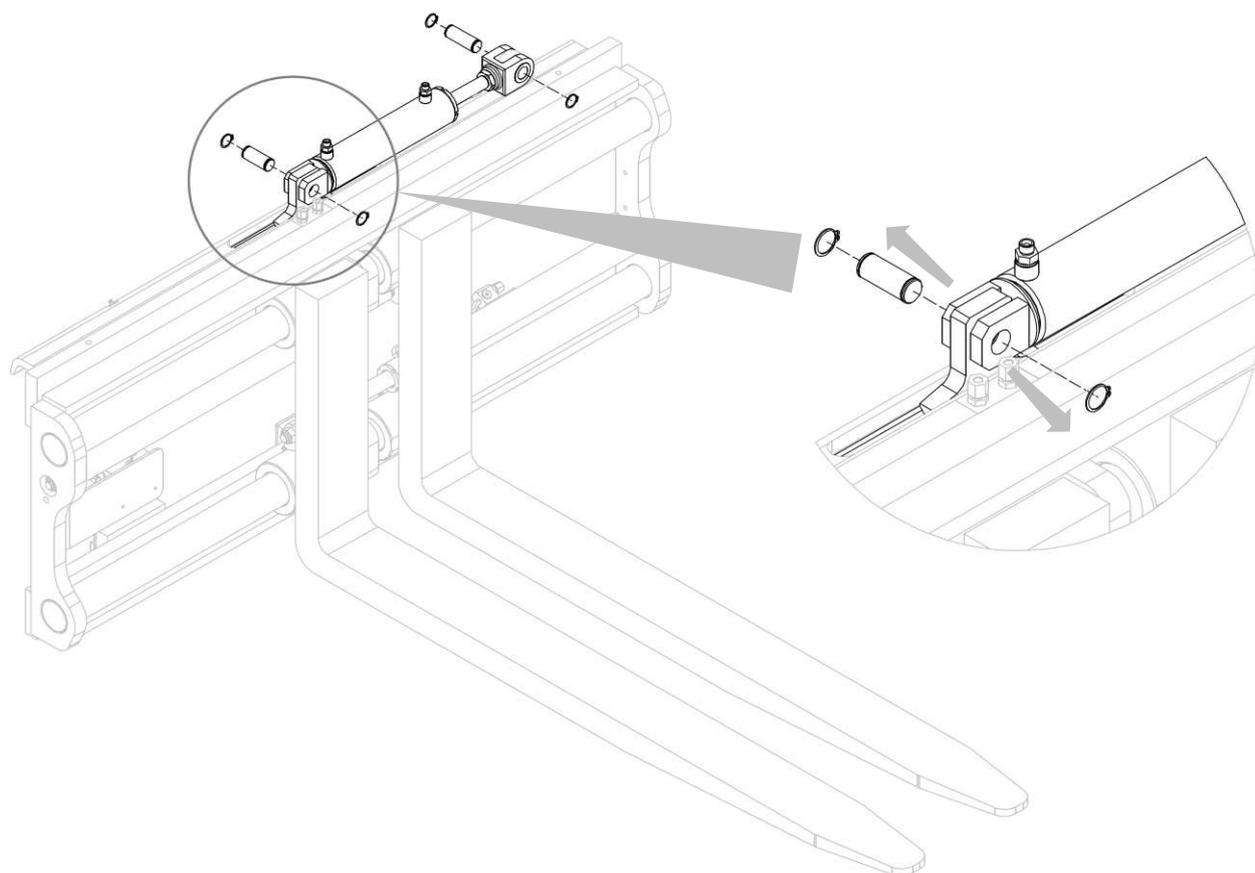

Figura 5
4. Quite los anillos para quitar los dos pasadores que bloquean el cilindro de desplazamiento (mira Figura 5).